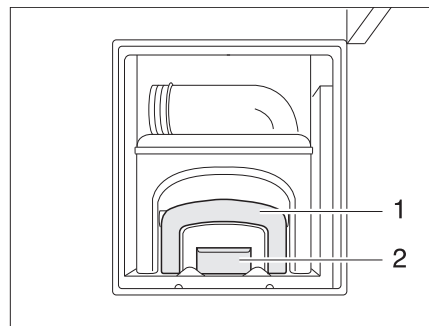

Fig. 285 Acceso al depósito de aguas fecales, abierto
- Accionar el desbloqueo (Fig. 285,2) y extraer el depósito de aguas fecales (cassette) sujetándolo del tirador (Fig. 285,1).